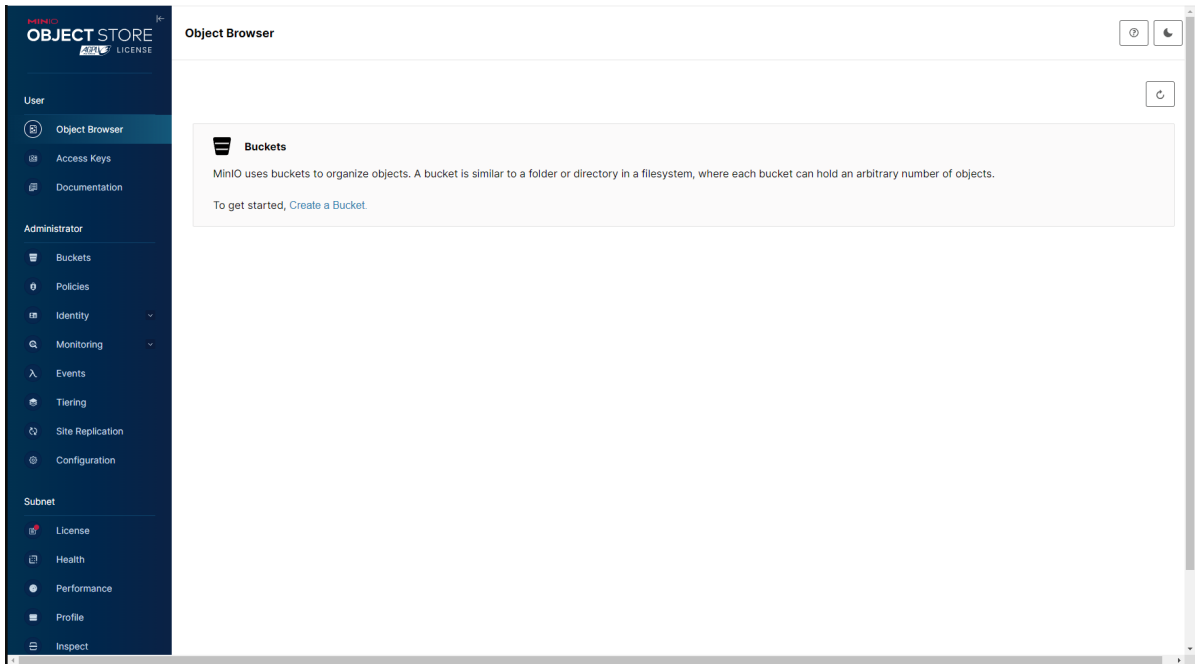

Рис. 79. Окно «Object Browser»
- 1) Во вкладке «Object Browser» отображаются объекты в сетевом хранилище. Окно «Object Browser» показано на рис. 79 Окно «Object Browser».